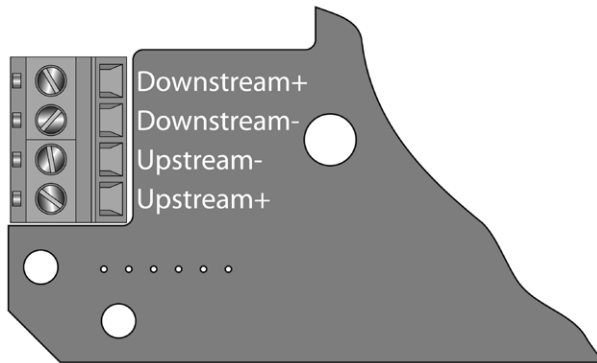

Fig. 2 - Collegamenti dei trasduttori di portata
- 1) Guardando frontalmente il display del trasmettitore, infilare i cavi dei trasduttori di portata nel foro a sinistra nella parte inferiore della custodia, avvitando l'apposito connettore di raccordo fornito a corredo. Collegare i cavi dei trasduttori alla morsettiera interna del trasmettitore nel modo indicato (Fig. 2).